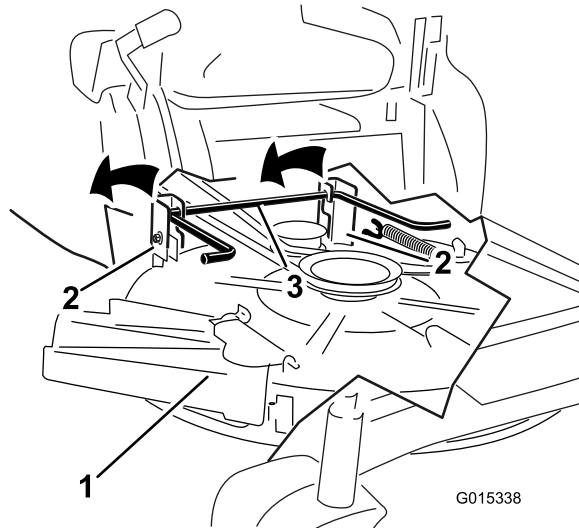

Figura 64
6. Eleve la carcasa del cortacésped y desenganche la varilla de elevación trasera de las pletinas de suspensión, y baje el cortacésped con cuidado al suelo (Figura 64).
5. Eleve la parte trasera de la carcasa del cortacésped y coloque las pletinas de suspensión sobre la varilla de elevación trasera (Figura 64).